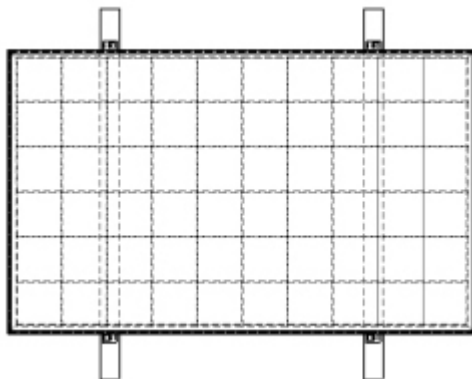
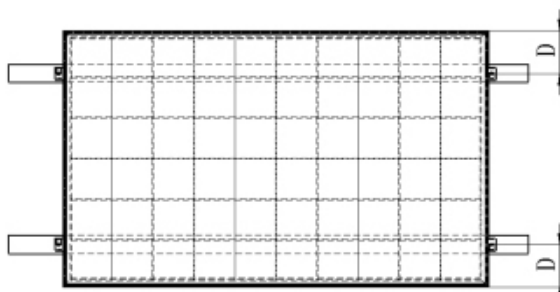

図 1: モジュールをフレームの長い辺にあるクランプに接続します。
図 2: モジュールをフレームの短い辺にあるクランプに接続します。
モジュールは、フレームの長い辺 (図 1) または、フレームの短い辺 (図 2) いずれかの上に設置可能です。
6. 支持レールをフレームの長い辺に取り付けるには(図 1)、ボルトをレール溝経由で 4 箇所